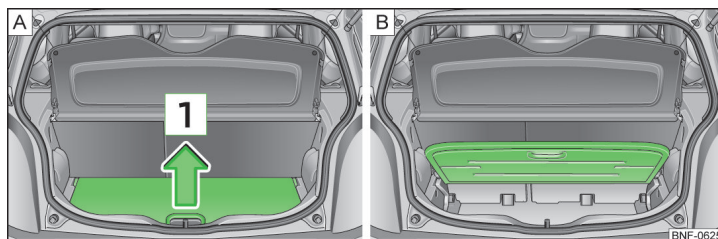

Fig. 71 **Variabel bundplade: Åbning / Opklapning**
- Tag fat i bundpladen ved grebet **1**, og løft den helt op i pilens retning » Fig. 71 - **A**.